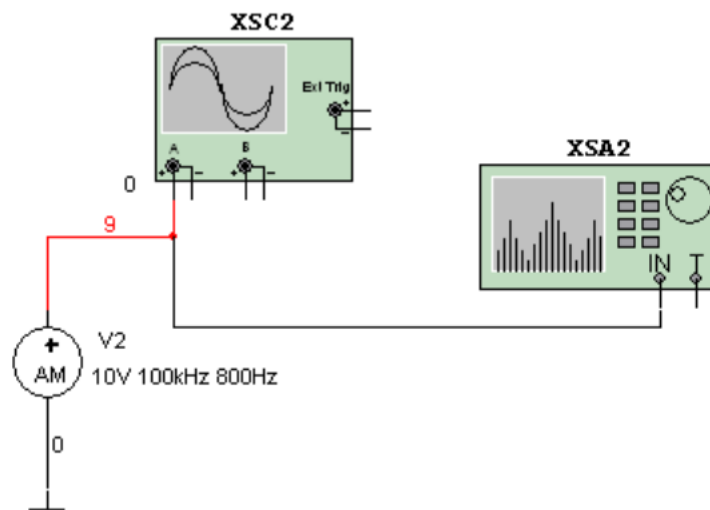

Рис. 10-1. Схема амплитудного модулятора.
1. Соберите схему, изображенную на рис. 10-1.